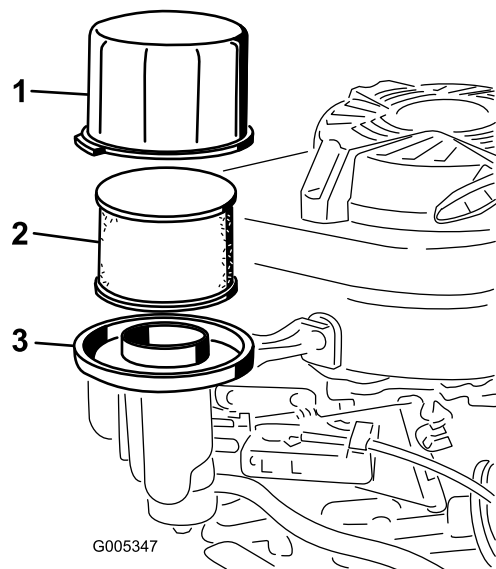

Figura 23
3. Togliete il coperchio e pulitelo accuratamente (Figura 23).
4. Rimuovete il prefiltro in schiuma sintetica e il filtro dell'aria di carta dalla base del filtro dell'aria (Figura 23).